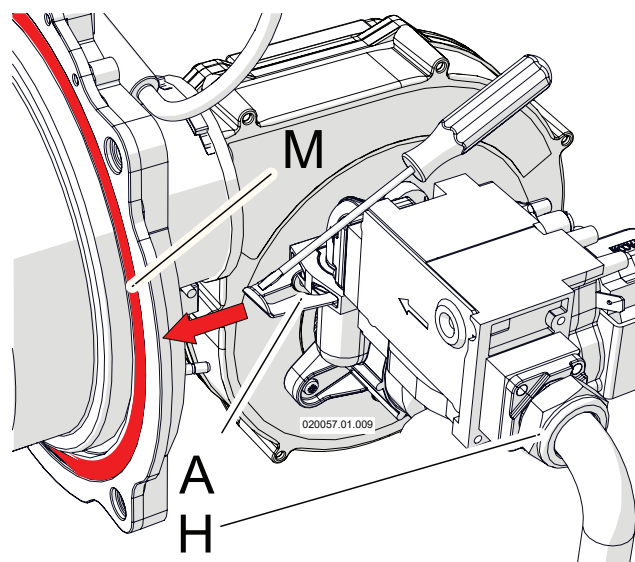
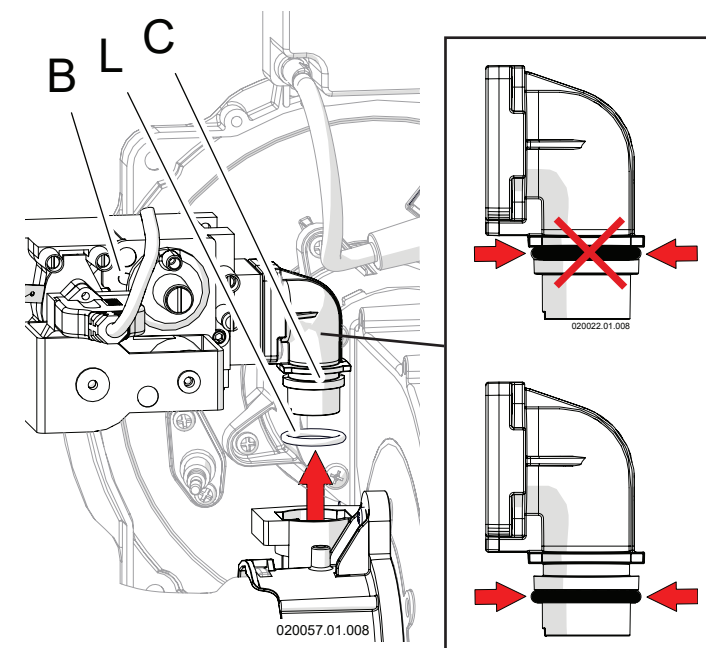

Figura 13-4
Figura 13-5
- 7.-svitare il raccordo "H" di Figura 13-4;
- 8.-con l'aiuto di un cacciavite rimuovere la forcilla "A" di Figura 13-4;
- 10.-rimuovere la valvola gas con il raccordo "C" come in Figura 13-5 (facendo attenzione all'OR "L" di Figura 13-5);
- 1.-sostituire la guarnizione "M" Figura 13-4 avendo cura di pulire accuratamente la sede per la stessa e la relativa base d'appoggio;
- 2.-controllare lo stato della guarnizione del raccordo "H" di Figura 13-4 e dell'OR "L" di Figura 13-5. Se sono rovinati occorre sostituirli;
- 4.-una volta reinstallato il tutto, aprire l'alimentazione del gas e fare una prova di tenuta sul raccordo "H" di Figura 13-4.